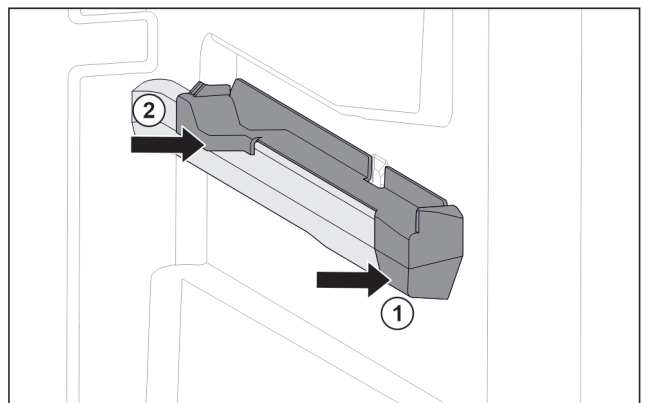

Fig. 63 Tillsats på den högra behållarens galler
- Sätt på tillsats i fram på behållarens galler. Fig. 63 (1)
- Tryck fast tillsats i bak. Fig. 63 (2)